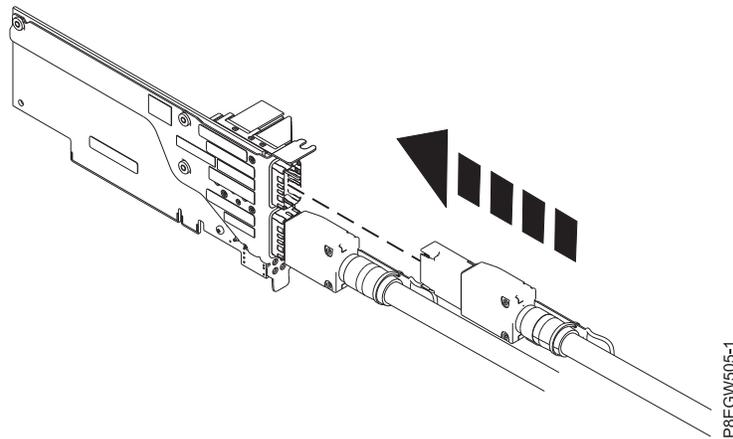

Abbildung 6. Kabel des Erweiterungseinschubs im PCIe3-Kabeladapter im Hostsystem austauschen
5. Schließen Sie das Ersatzkabel für das Kabel des Erweiterungseinschubs an, indem Sie es in den Anschluss des PCIe3-Kabeladapters einstecken, wie in Abb. 6 auf Seite 6 dargestellt.
7. Schließen Sie das Kabel des Erweiterungseinschubs an (A), indem Sie den Kabelanschluss in den Anschluss des E/A-Moduls am Einschub für EMX0-PCIe3-Erweiterungen einstecken, wie in Abb. 6 dargestellt.